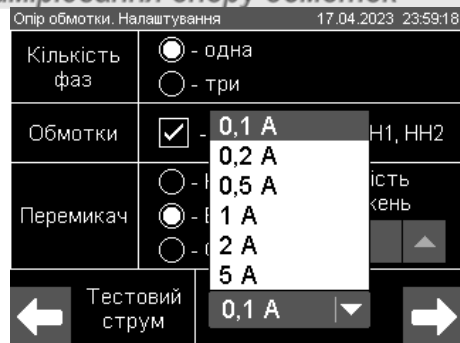

Рисунок 6.56
- В полі «Тестовий струм» вибрати з випадаючого списку (рисунок 6.56) значення струму.